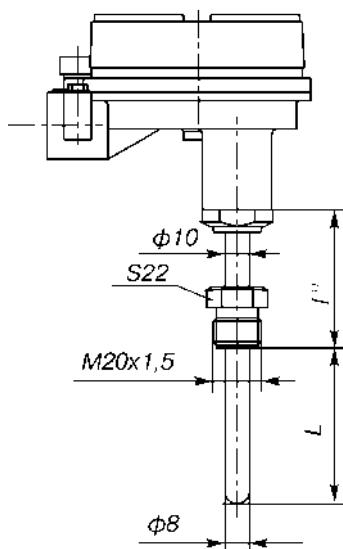

Рис.24. (ост.см.рис.7), (штыцер подвижный)
- 3) l=120, 160, 200 мм (см. ссылку ¹⁾) для ТХАУ Метран-271-Exd по рис.24.
l=80 мм для ТСМУ Метран-274-Exd, ТСПУ Метран-276-Exd по рис.24.
24¹⁾ по рис.24